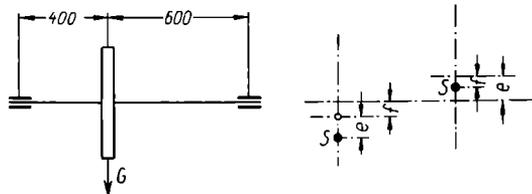

Bild 46
67. Ein 2000 kg schweres Schwungrad ist nach Bild 46 auf eine Welle aufgekeilt. Der Schwerpunkt des Schwungrades liegt wegen ungleicher Massenverteilung um $e = 1 \text{ mm}$ außerhalb der Drehachse. Die Durchbiegung einer Welle durch eine Kraft ist nach der Biegelehre $f = \frac{Pa^2b^2}{3EJ \cdot l}$. Gegeben ferner Wellendurchmesser $d = 100 \text{ mm}$, $E = 2,2 \cdot 10^6 \text{ kp/cm}^2$, Drehzahl $n = 300 \text{ U/min}$. Es ist die Durchbiegung infolge Zentrifugalkraft und Gewichts zu errechnen, wenn der Schwerpunkt der Schwungradmasse a) unter der Drehachse; b) über der Drehachse liegt. c) Größte Zentrifugalkraft, wenn der Schwerpunkt unter und d) kleinste Zentrifugalkraft, wenn der Schwerpunkt über der Drehachse liegt. e) Größte und kleinste Biegespannung. f) Zwischen welchen Grenzwerten sind die Lagerkräfte A und B veränderlich?